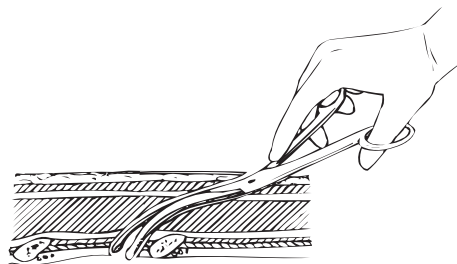

図2
4. カテーテル引き出し経路に沿ってコッヘル鉗子を挿入する。(図2)